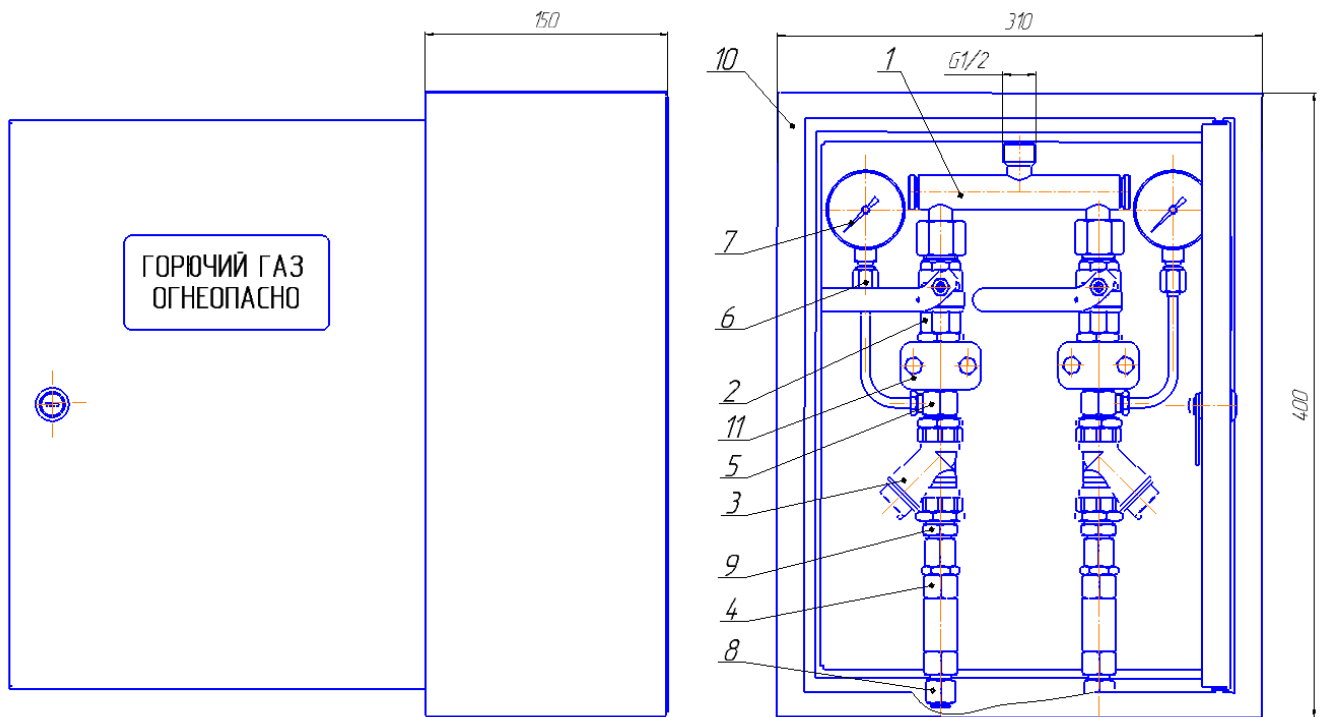

Рис. 1. Пост газоразборный ПГГ-10з-2
4.1 Внешний вид поста показан на рис. 1